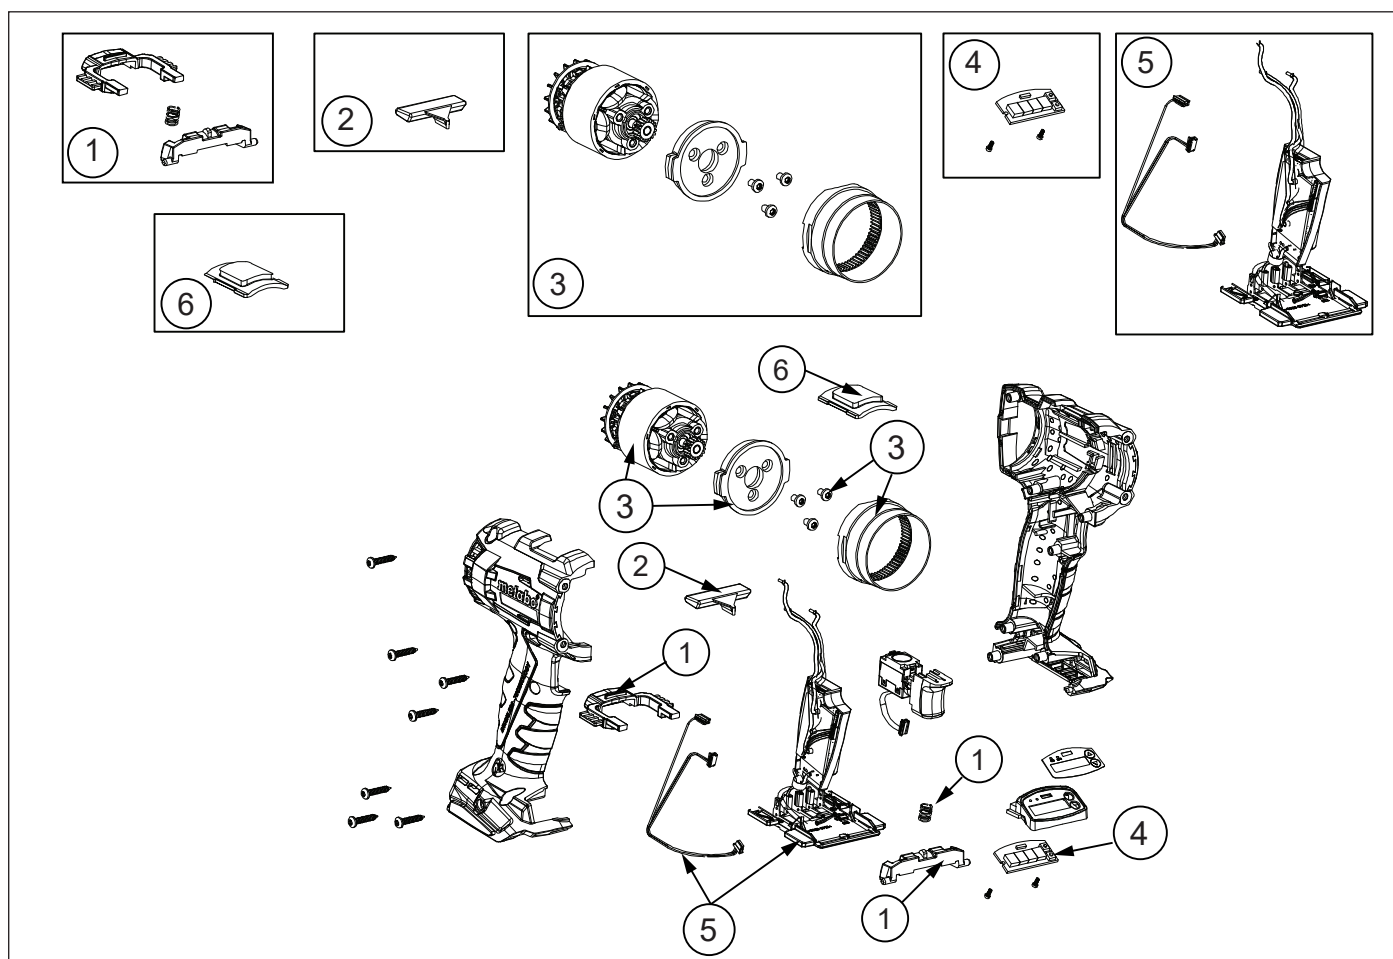

Рисунок 8: Комплекты для обслуживания ручек BTW
9.2.2 Комплекты для обслуживания ручек BTW (рисунок 8)
9.3.1 Таблица деталей (рисунок 8)